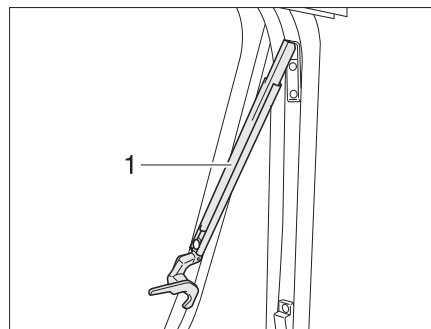

Fig. 39 Finestra apribile con deflettori automatici, aperta
- Aprire la finestra apribile fino al punto di arresto desiderato. Il deflettore automatico (Fig. 39,1) si innesta automaticamente in posizione.